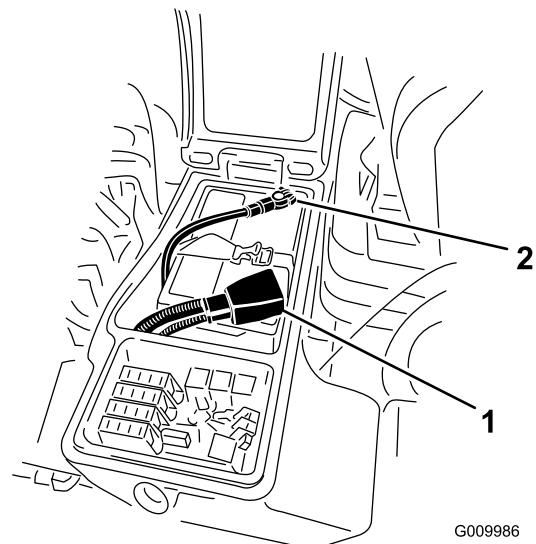

Figure 49
3. Débranchez le câble négatif (noir) de la borne négative (-), puis le câble positif (rouge) de la borne positive (+) de la batterie (Figure 49).
- Raccordez le câble positif (rouge) de la batterie à la borne positive (+) et le câble négatif (noir) à la borne négative (-) (Figure 49).